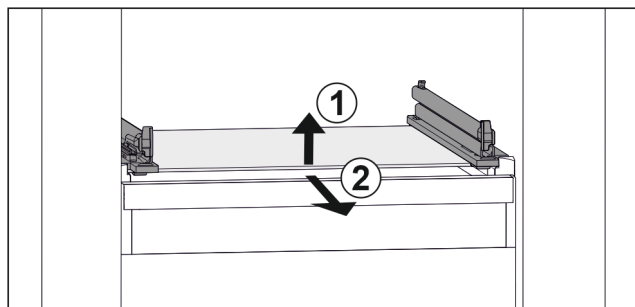

Fig. 167 Lasihyllyn esimerkinomainen kuvaus
- ▶ Nosta lasihyllyä edestä. Fig. 167 (1)
- ▶ Poista lasihyllly vetämällä sitä eteenpäin. Fig. 167 (2)